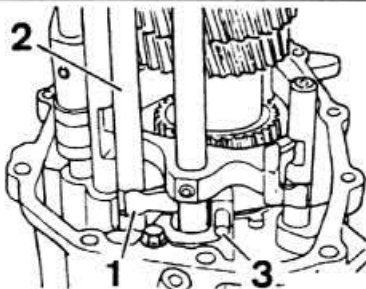

Рис. 6-20. Установка рычага привода промежуточной шестерни заднего хода:
- Установить рычаг привода промежуточной шестерни заднего хода (рис. 6-20).